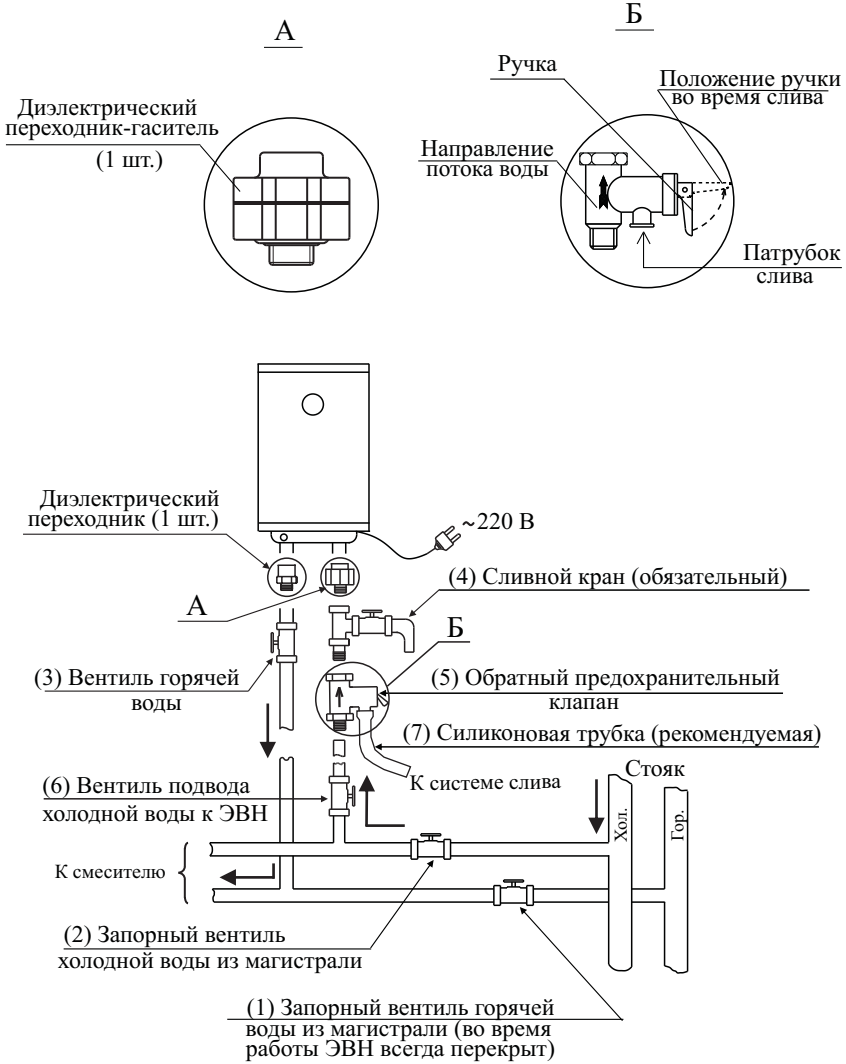

Рисунок 5 - Схема подключения к водопроводной сети
Подключение входа и выхода ЭВН к магистральным трубам холодной и горячей воды (см. рис. 5) обязательно должно осуществляться:
- Заполните ЭВН водой. Для этого перекройте запорный вентиль горячей воды из магистрали (1), закройте сливной кран (4), откройте запорный вентиль холодной воды из магистрали (2), вентиль подвода холодной воды к ЭВН (6), вентиль горячей воды (3) и кран горячей воды на смесителе. ЭВН заполнен, когда из крана горячей воды на смесителе начнет вытекать, с полным напором, вода. Закройте кран горячей воды на смесителе (см. рисунок 5).
- При необходимости полного слива воды из ЭВН (например, при профилактике) надо отключить ЭВН от электрической сети, перекрыть вентиль подвода холодной воды к ЭВН (6), вентиль горячей воды (3) должен быть открытым, открыть кран горячей воды на смесителе и сливной кран (4), через который и слить воду (см. рисунок 5).